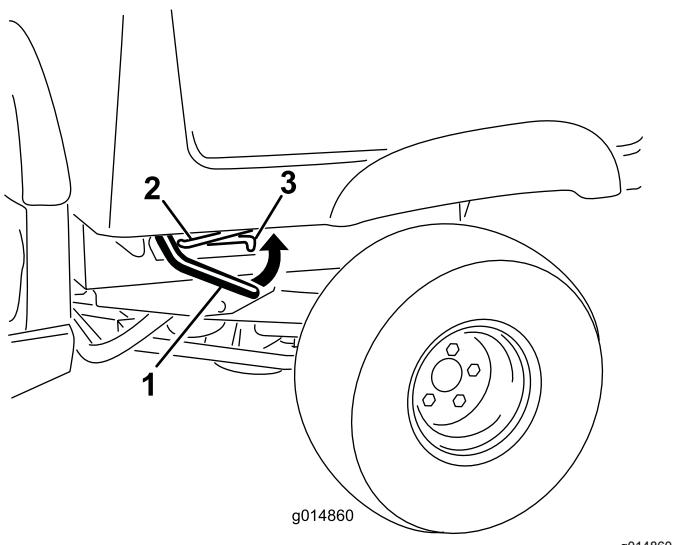

Figura 14
1. Alzate la leva su ciascun lato del pianale e sollevate il pianale stesso (Figura 14).
1. Sollevate il pianale leggermente sollevando la leva di fermo (Figura 14).